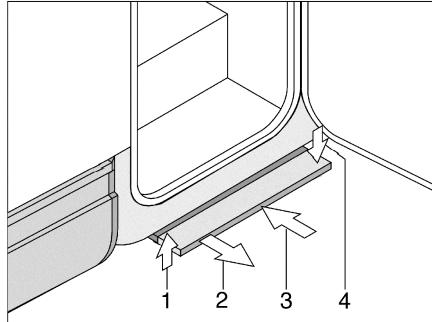

Fig. 6 Marchepied à commande mécanique
Sortir : ■ Tirer la marchepied vers l'avant (Fig. 6,2), jusqu'à ce qu'elle s'enclenche.
Rentrer : ■ Soulever légèrement le marchepied (Fig. 6,1).
■ Pousser le marchepied jusqu'à la butée sous le plancher du véhicule (Fig. 6,3) Veillez à ce que le marchepied s'enclenche (Fig. 6,4).